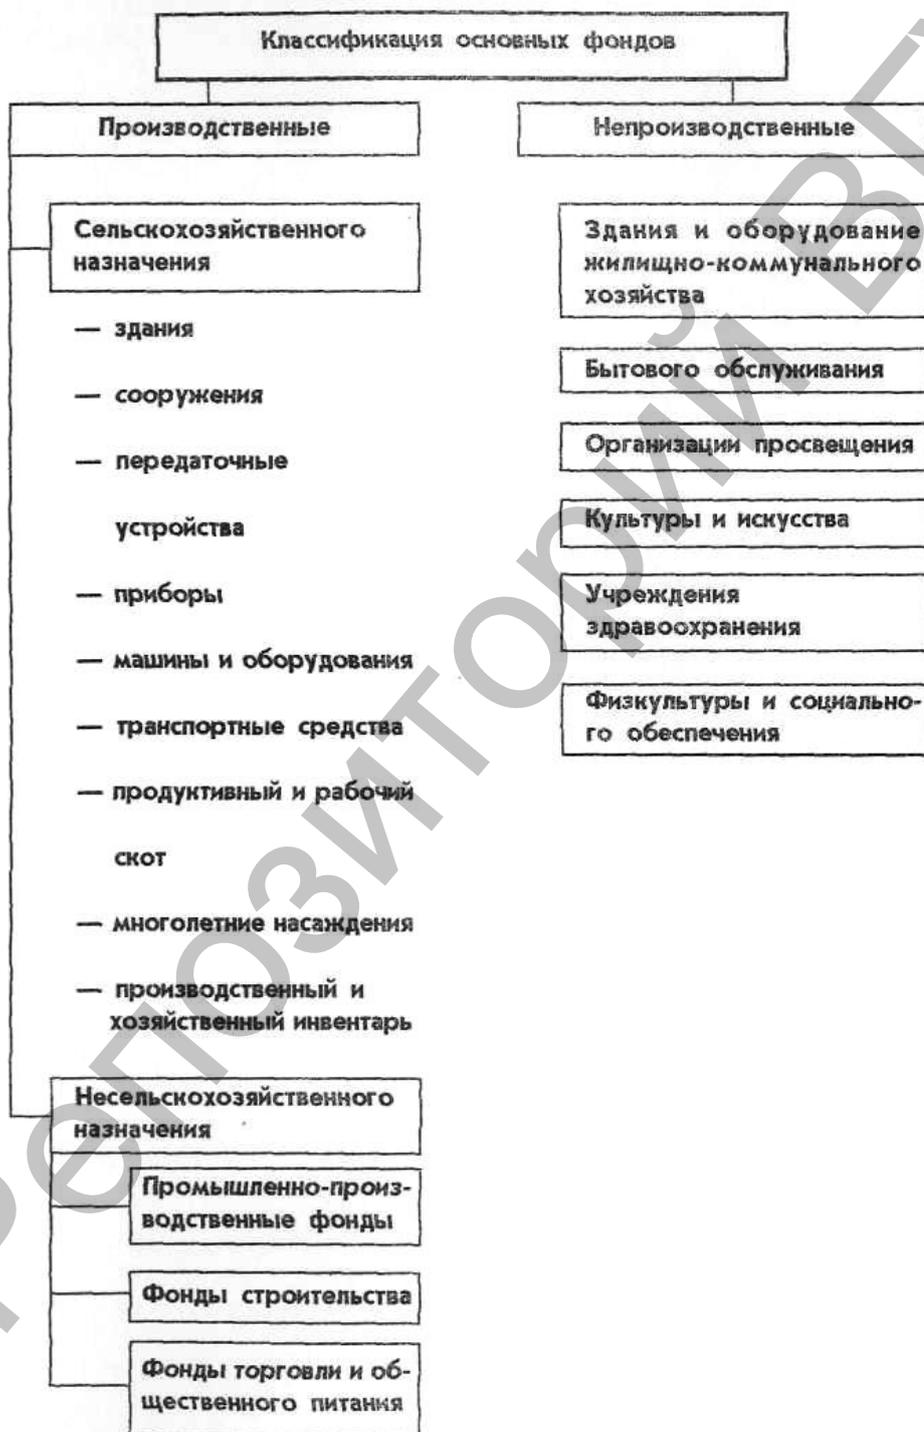

Рисунок 16 – Классификация основных фондов
**Основные фонды** в сельском хозяйстве включают большое количество разнообразных средств труда. В зависимости от функционального назначения в процессе производства они подразделяются на основные средства производственного и непроизводственного назначения, образующие соответствующие фонды. Производственные основные фонды подразделяются на средства несельскохозяйственного и сельскохозяйственного назначения (рисунок 16).